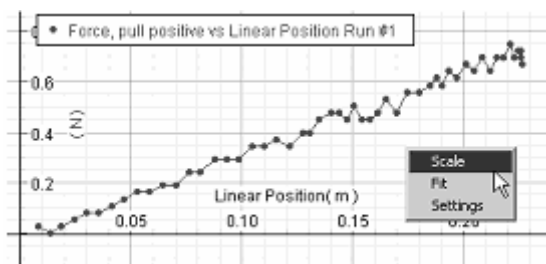

Figura 3 Gráfica de fuerza vs. alargamiento del resorte
3. Crear una grafica de *Fuerza (N) vs. Posición (m)* tomando los datos del sensor de fuerza y del sensor de rotación
4. Presione *Inicio* y hale lentamente el accesorio lineal de movimiento hacia abajo, estirando el resorte. El diagrama de fuerza contra alargamiento del resorte aparece en el gráfico. Presione *Detener* cuando el clip de papel alcance la parte superior del sensor de movimiento rotacional. Sus datos deben verse como los de la figura 3